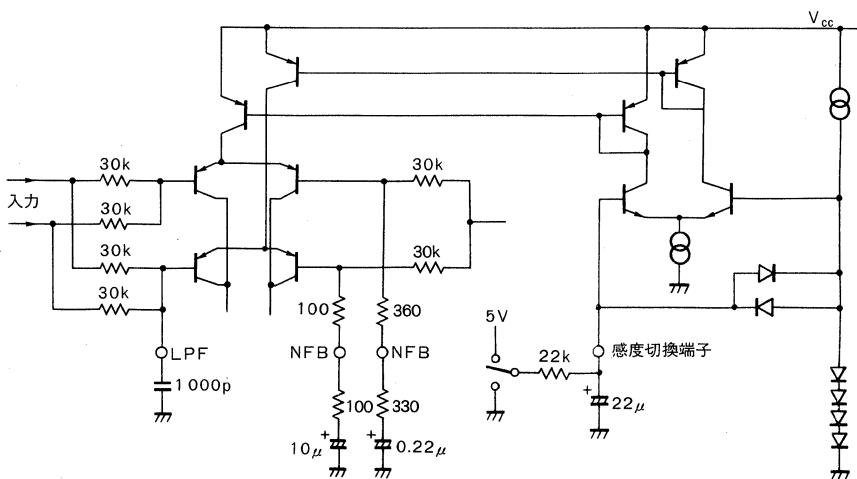

Fig.19
a. Fig. 19 の感度切換端子が、2.2V 以下の時、再生に対応します。
b. Fig. 19 の感度切換端子が、3.5V 以上の時、早送りに対応します。